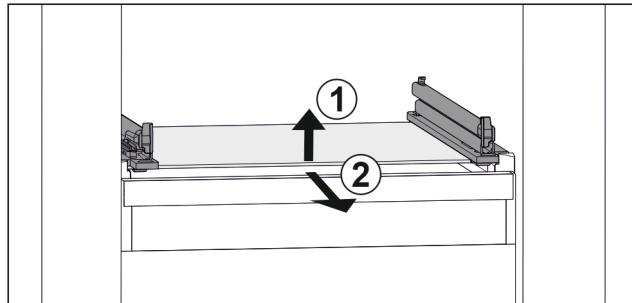

Fig. 45 Примерно изображение на стъклена плоча
- ▶ Повдигнете стъклена плоча отпред. Fig. 45 (1)
- ▶ Извадете стъклена плоча напред. Fig. 45 (2)